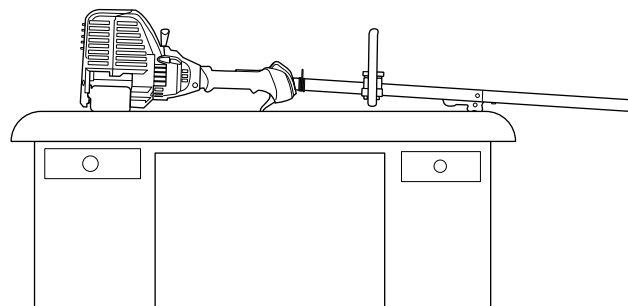

Fig. 26
2. **Réglez l'appareil sur une surface plane**, comme un établi ou une table. Le bouclier de la tête de coupe devrait pendre sur le bord, de sorte que le moteur est de niveau (Fig. 26).